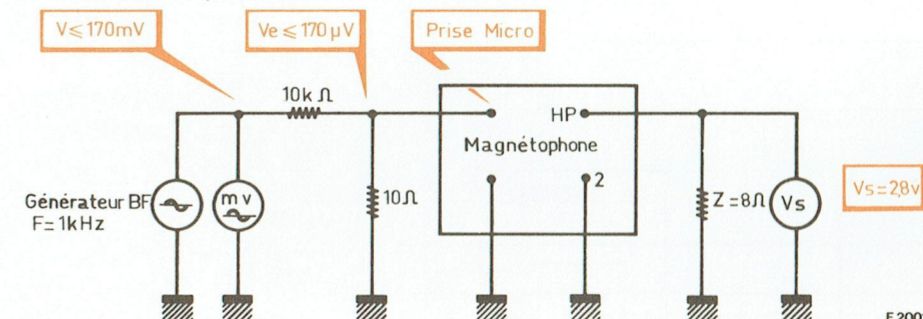

Fig. 9
B. MESURE DE LA SENSIBILITE GLOBALE ENREG/LECTURE (Fig. 9)